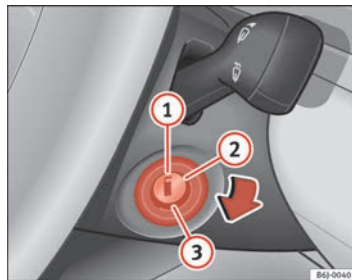

Abb. 96 Stellungen des Zündschlüssels
In dieser Stellung ⇒ Seite 142, Abb. 96 sind die Zündung und der Motor ausgeschaltet und die Lenkung kann gesperrt werden.
- Drehen Sie den Zündschlüssel in Stellung ⇒ Seite 142, Abb. 96 (2). Beim Vorglühen des Motors leuchtet die Kontrollleuchte  auf.
- Wenn die Kontrollleuchte ausgeht, drehen Sie den Zündschlüssel in Stellung (3) zum Anlassen des Motors - geben Sie kein Gas.
- Drehen Sie den Zündschlüssel in Stellung ⇒ Seite 142, Abb. 96
①.